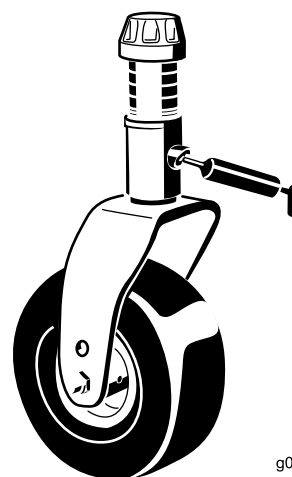

Figura 66
- Um casquilho de eixo da forquilha da roda giratória (Figura 66)